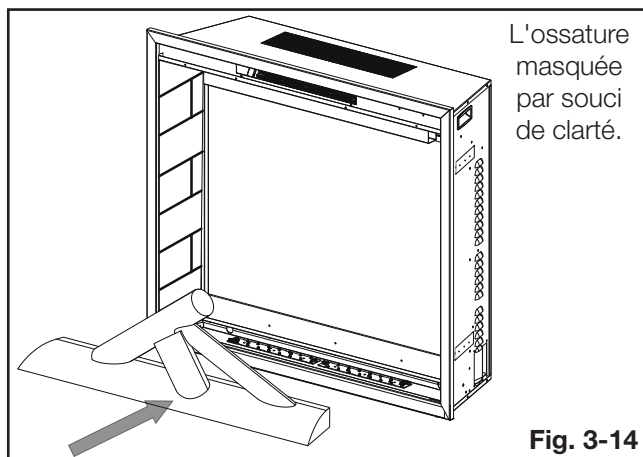

Fig. 3-14
11. **POUR NEFB36H-BS-1:** Réinstallez l'ensemble de bûches sans réinstaller les 4 vis retirées à l'étape 4 (**Fig. 3-14**).